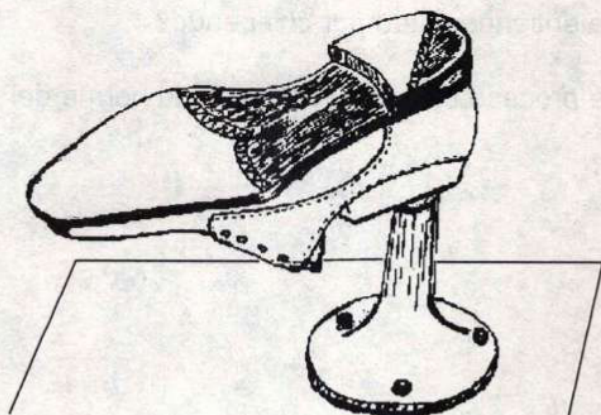

Fig. 8
- b) Se puede extraer, también, colocando la horma en un dedal, y halando el talón hacia arriba sale de la horma, luego se tira hacia adelante en forma horizontal (Fig. 8).